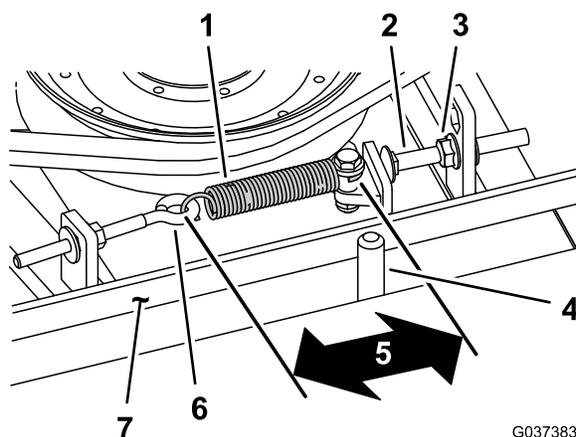

Figura 76
Quando la tensione è corretta, la misura interna della molla di prolunga (da gancio a gancio) deve essere circa 8,3–9,5 cm. Quando la tensione della molla è giusta, regolate il bullone di arresto (bullone a testa tonda) fino ad ottenere un gioco di 2–5 mm tra la testa del bullone ed il braccio di rinvio (Figura 76).
**Nota:** Verificate che la cinghia si trovi dal lato molla del guidacinghia (Figura 76).
2. Allentate il bullone ad occhio per consentire la rimozione della molla di prolunga (Figura 76).
3. Allentate il dado flangiato che fissa il bullone di arresto all'aletta di montaggio e spostate la puleggia tendicinghia dalla cinghia per rilasciare la tensione (Figura 76).
9. Collegate la molla di prolunga (Figura 76) al bullone ad occhio e tendete la cinghia come segue: